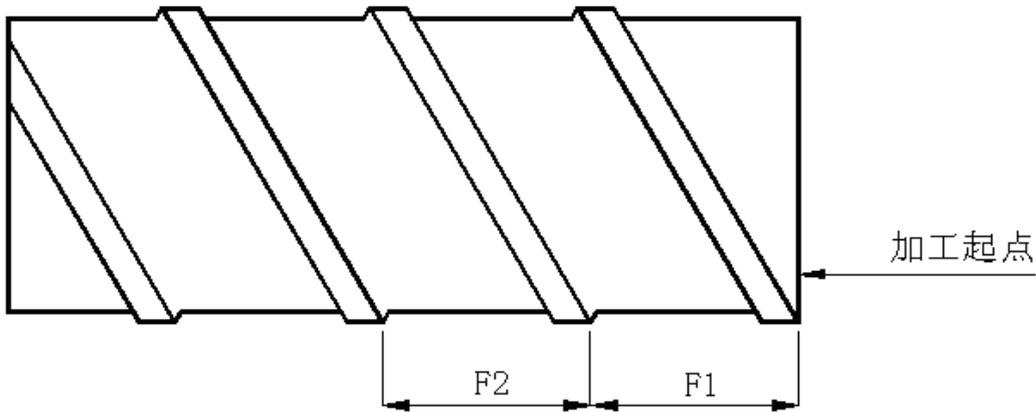

图 3.27
6) R：主轴每转螺距的增量值或减量值， $R=F1-F2$ （F1与F2分别表示相邻的两螺距），R带有方向； $F1>F2$ 时，R为正值时螺距递减； $F1<F2$ 时，R为负值时螺距递增,如图3.27变螺距示意图。